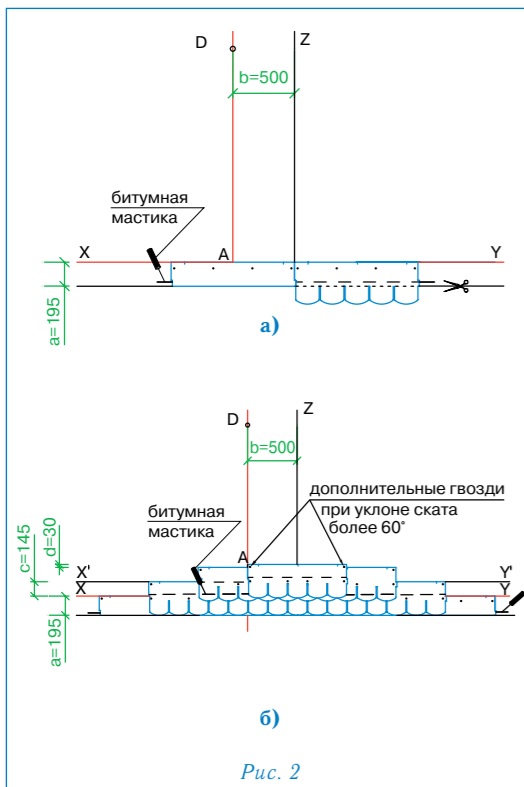

Рис. 2
Укладка материала (рис. 2)
- Начальный ряд формируется из листов черепицы АНТИК ПРАГА обрезанных по линии, образованной конечными точками вырезов. Полученные таким образом полосы шириной 19,5 см укладываются по линии карниза в обе стороны от линии Z (рис. 2а) и фиксируются по нижнему краю битумной мастикой, а по верхней кромке 4 гвоздями (ось гвоздей на 5 см ниже верхнего края полосы);